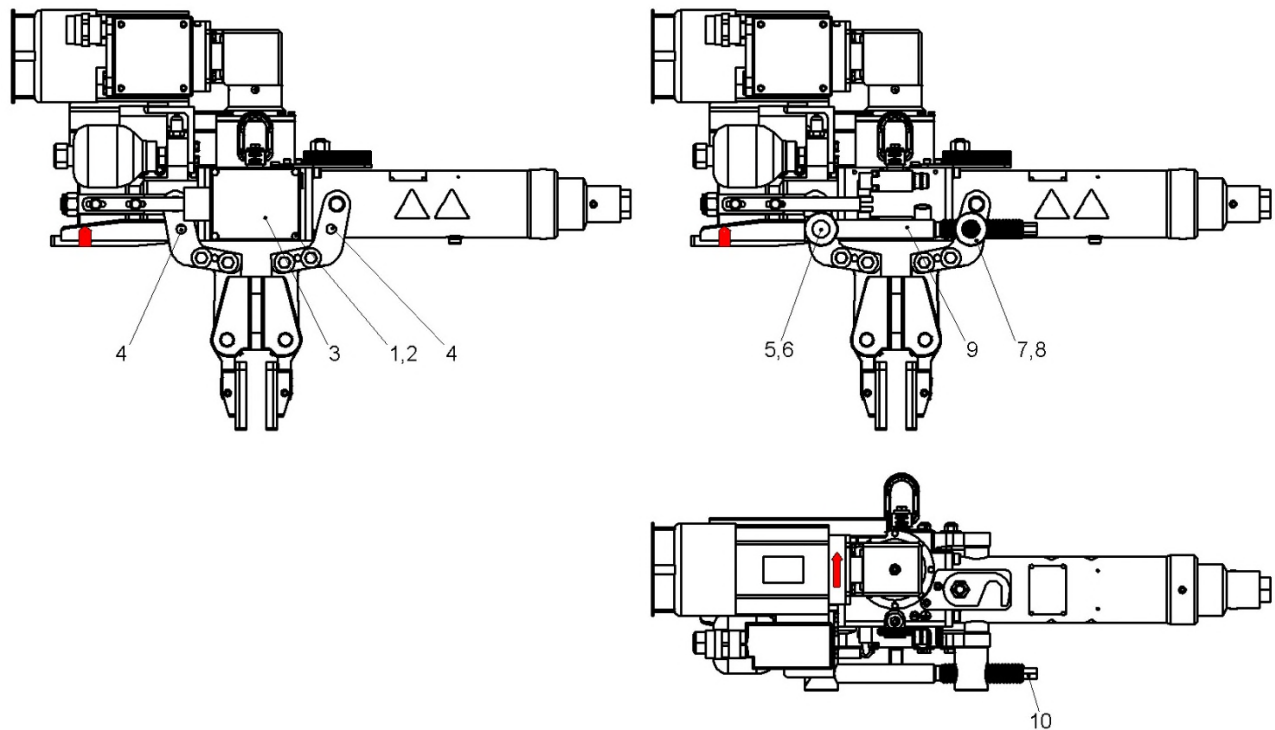
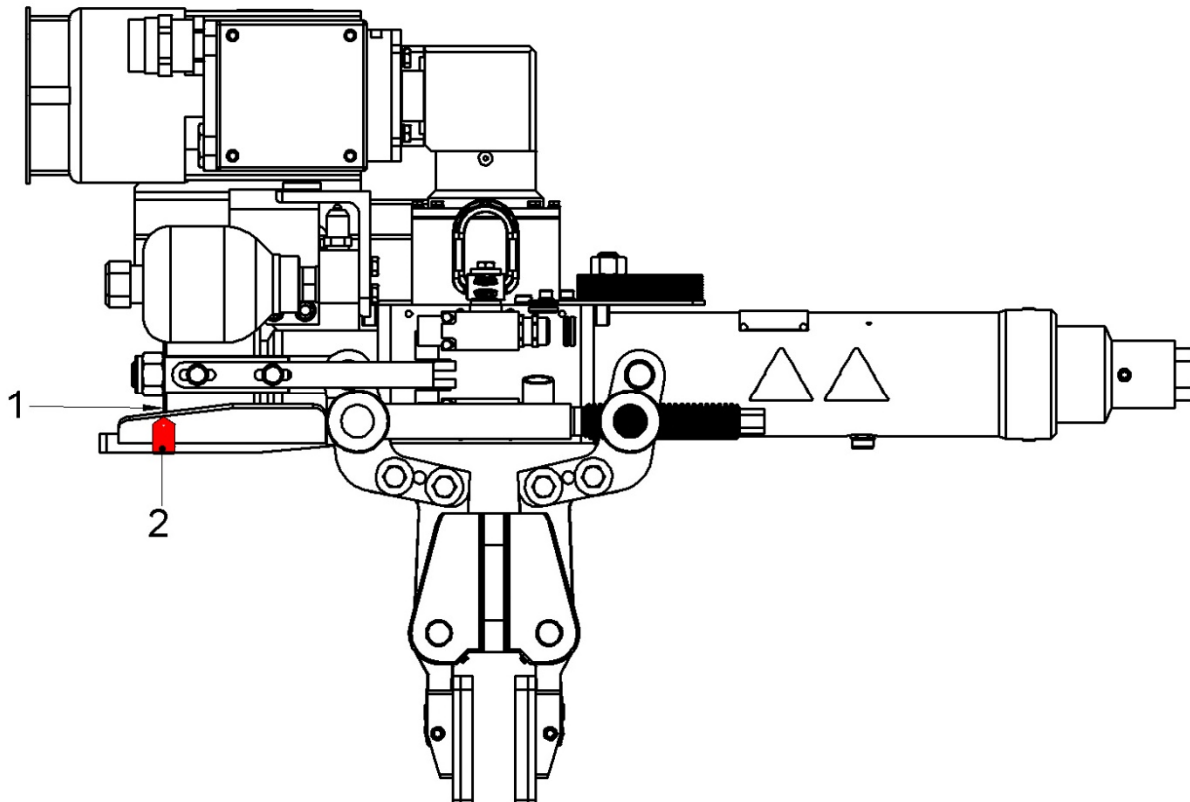
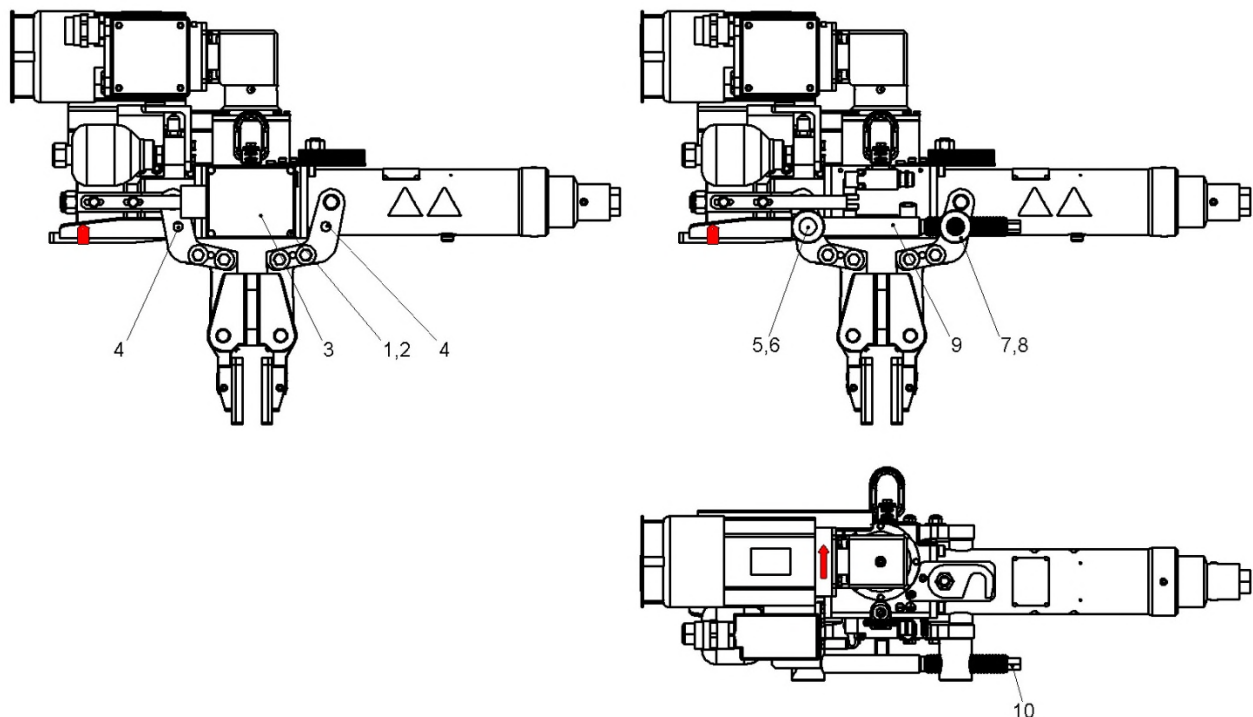
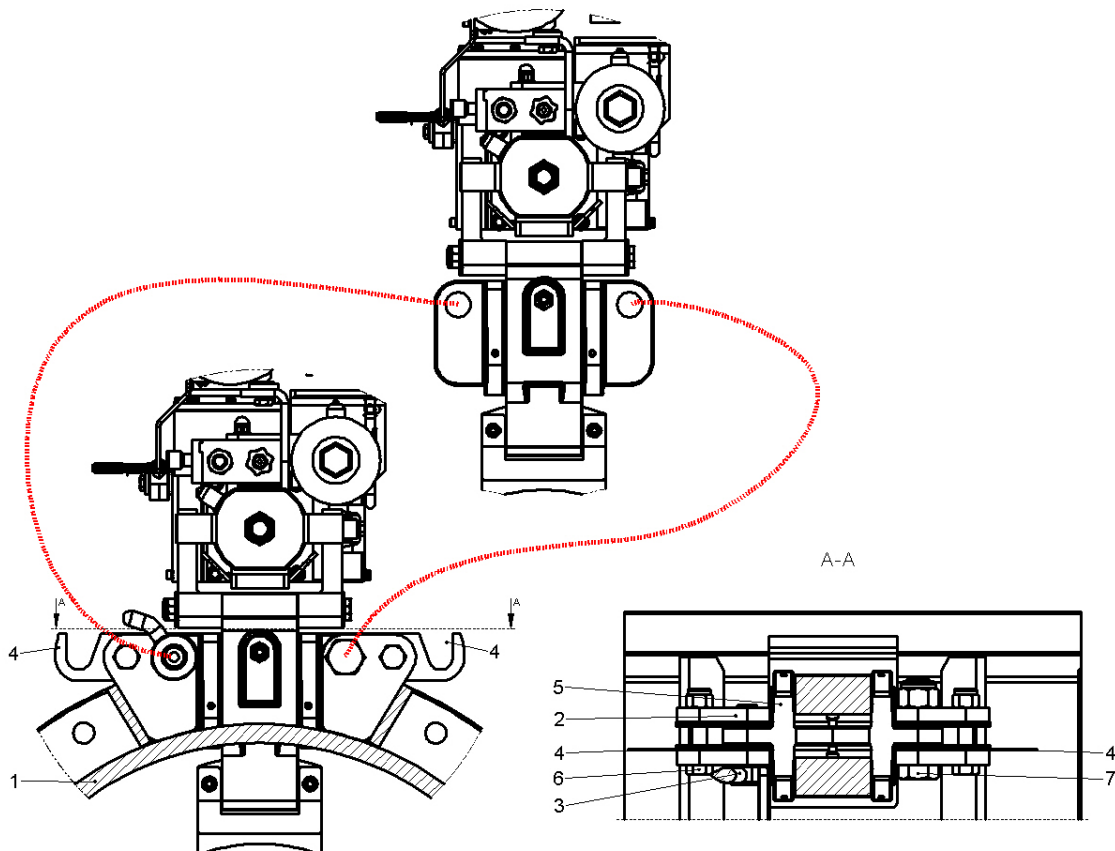

Abbildung 5: Manuelles Lüften der tz-Funktionsbremse
Abbildung 6: Maximale Lüftposition bei manuellem Lüften
Abbildung 11: Ausrichten der tz-Funktionsbremse zur Bremsscheibe
Abbildung 12: Bremszangenaufnahme mit tz-Funktionsbremse
(siehe Abbildung 5 und Abbildung 6)
Die tz-Funktionsbremse wird manuell mit Hilfe der Montagehilfe, kpl. (Positionen 5, 6, 7, 8 und 9, Abbildung 5) gelüftet. Die maximale Lüftposition beim manuellen Öffnen (siehe Abbildung 6) ist an der Schutzabdeckung (Position 1, Abbildung 6) markiert.
Bei Einsatz der Montagehilfe (Positionen 5, 6, 7, 8 und 9, Abbildung 5) auf der in Abbildung 5 dargestellten Seite wird zunächst das Gehäuse (Position 3, Abbildung 5) mit den Nord-Lock-Scheiben und den Schrauben (Positionen 1 und 2, Abbildung 5) entfernt. Bei Einsatz auf der gegenüberliegenden Seite entfällt dieser Schritt. Mit Hilfe der Schrauben (Positionen 5 und 7, Abbildung 5) werden das Haltestück (Position 6, Abbildung 5) und das Gewindestück (Position 8, Abbildung 5) in die entsprechenden Gewindebohrungen (Position 4, Abbildung 5) montiert. Die Spindel (Position 9, Abbildung 5) wird durch das Haltestück (Position 6, Abbildung 5) zum Gewindestück (Position 8, Abbildung 5) geschoben und greift dort in das Gewinde. Mit Hilfe eines Ringschlüssels SW17 wird die Spindel (Position 9, Abbildung 5) im Gegenuhrzeigersinn (CCW) durch das Gewindestück (Position 8, Abbildung 5) gedreht bis sich der Anschlag der Spindel (Position 9, Abbildung 5) an dem Haltestück (Position 6, Abbildung 5) an legt. Durch weiteres Drehen der Spindel (Position 9, Abbildung 5) wird die tz-Funktionsbremse geöffnet, bis ihre maximale Lüftposition erreicht ist (siehe Abbildung 6). Diese Lüftposition wird durch die Selbsthemmung des Gewindes gehalten.
Die maximale Lüftposition der tz-Funktionsbremse ist erreicht, wenn die linke Planfläche der Zangenaufnahme (Pos. 1, Abbildung 6) bündig mit dem Grenzmaßblech (Pos. 2, Abbildung 6) ist.
Nach Benutzung der Montagehilfe der tz-Funktionsbremse ist diese vollständig zu demontieren und gegen unbefugte Benutzung zu sichern. Bei der Demontage auf die Bewegung der Bremszange achten. Nach der Demontage der Montagehilfe muss das Gehäuse (Position 3, Abbildung 5) mit den Nord-Lock-Scheiben und Schrauben (Positionen 1 und 2, Abbildung 5) wieder befestigt werden.
(siehe Abbildung 12)
Bremsbacken parallel zum Zangenarm drehen – gegebenenfalls mit leichten Hammerschlägen ausrichten und die tz-Funktionsbremse in die vorgesehene Halterung (Pos. 2, Abbildung 12) der tz-Kupplungs-Bremshaube über die Bremsscheibe einsetzen.
**Haube mit Bajonettverschlüssen** (siehe Abbildung 12, linke Hälfte):
Schieberiegel (Pos. 3, Abbildung 12) der Bajonettverschlüsse einschieben.
**Haube mit Schraubenbefestigung** (siehe Abbildung 12, rechte Hälfte):
Schrauben M24x90 (Pos. 7, Abbildung 12) unverspannt vormontieren.
(siehe Abbildung 5, Abbildung 11 und Abbildung 12)
Um die tz-Funktionsbremse zur Bremsscheibe auszurichten wird die tz-Funktionsbremse mit Hilfe der Montagehilfe, kpl. (Positionen 5, 6, 7, 8 und 9, Abbildung 11) geschlossen. Hierdurch richtet sich die tz-Funktionsbremse mittig zur Bremsscheibe aus. Die Montage der Montagehilfe, kpl. (Positionen 5, 6, 7, 8 und 9, Abbildung 11) erfolgt wie unter 2.2.2.1 beschrieben. Mit Hilfe eines Ringschlüssels SW17 wird die Spindel (Position 9, Abbildung 11) im Uhrzeigersinn (CW) gedreht und die tz-Funktionsbremse schließt sich. Durch Drehen der Spindel (Position 9, Abbildung 11) im Gegenuhrzeigersinn (CCW) wird die tz-Funktionsbremse gelüftet.
Nach dem Ausrichten der tz-Funktionsbremse zur Bremsscheibe ist es zwingend erforderlich die tz-Funktionsbremse im Zustand „Bremse geschlossen“ (Bremsbacken liegen fest an der Bremsscheibe an) zu belassen, bzw. gegebenenfalls zurück zu drehen! Nach dem Ausrichten der tz-Funktionsbremse zur Bremsscheibe ist es zwingend erforderlich das Drosselventil (Pos. 10, Abbildung 5) vollständig durch Drehen am Drehknopf im Gegenuhrzeigersinn (CCW) zu öffnen und diese Position mit der Schlitz-Klemmschraube am Drehknopf gegen Lösen zu sichern. Die Schutzabdeckung (Pos. 9, Abbildung 5) ist mit den Nord-Lock-Scheiben (Pos. 8, Abbildung 5) und Schrauben (Pos. 7, Abbildung 5) wieder zu montieren. Nach Benutzung der Montagehilfe der tz-Funktionsbremse ist diese vollständig zu demontieren gegen unbefugte Nutzung zu sichern.
Nach dem Ausrichten der tz-Funktionsbremse zur Bremsscheibe werden bei geschlossener tz-Funktionsbremse die Korrekturscheiben zur Bremszange (Pos. 4, Abbildung 12 / Pos. 12, Abbildung 2) zwischen die Halteplatte (Pos. 5, Abbildung 12) der tz-Funktionsbremse und den Bremszangenahmen (Pos. 2, Abbildung 12) eingesetzt. (je nach Ausrichtung können links und rechts unterschiedliche Stückzahlen notwendig sein). Nach dem Einsetzen der Korrekturscheiben zur Bremszange (Pos. 4, Abbildung 12 / Pos. 12, Abbildung 2) die Bremszange durch Anziehen der Schrauben M16 (Pos. 6, Abbildung 12) fertig montieren.
Bei Hauben mit Schraubenverbindung müssen die Schrauben M16 (Pos. 6, Abbildung 12) und die Schrauben M24 (Pos. 7, Abbildung 12) fest angezogen werden (siehe Abbildung 12, rechte Hälfte). (Anziehdrehmoment für Schraubenverbindungen siehe Anhang „Anziehdrehmoment“)